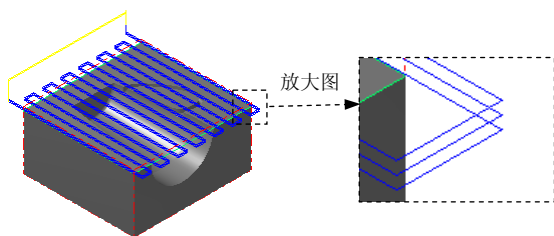

图 21.8 刀具路径
Step11. 单击“2D 刀具路径 - 平面铣削”对话框中的  按钮，完成加工参数的设置，此时系统将自动生成图 21.8 所示的刀具路径。